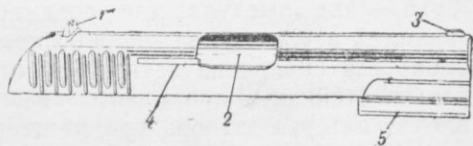

Рис. 45. Затвор:
90. **Затвор** (рис. 45) составляет одно целое с кожухом. Затвор служит для постановки курка на боевой взвод, для подачи патрона из магазина в патронник и для запираания канала ствола при выстреле.